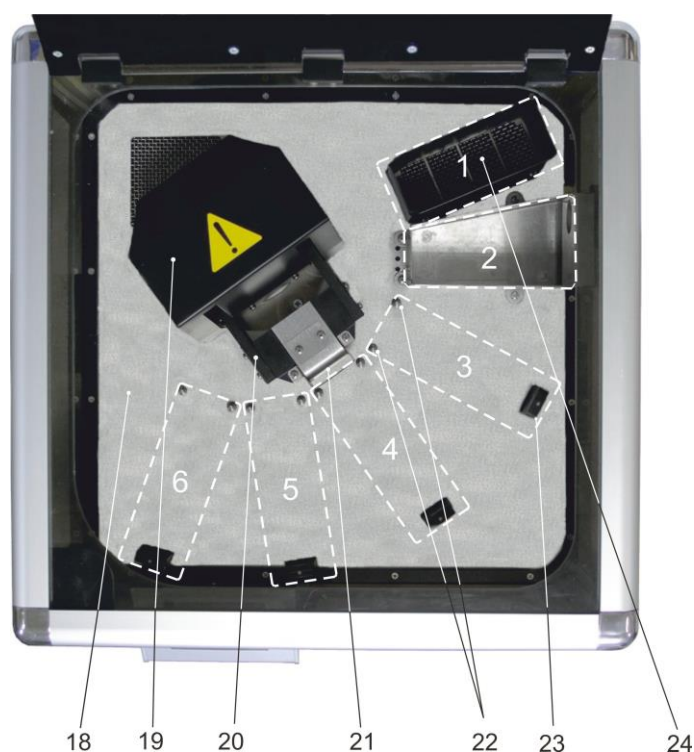

Рисунок 3. Рабочая камера автомата (вид сверху). Белыми пунктирными линиями и белыми цифрами обозначены рабочие зоны станций № 1-6.
В рабочей камере автомата (рисунок 3) имеется стол из нержавеющей стали (18) и манипулятор (19,20,21) для перемещения штативов. На столе расположены шесть станций: станция № 1 задействована под сушку и вентиляцию (станция сушки, «СУШКА»), станция № 2 — под проточную ванну (станция промывки, «ВОДА ПРОТОЧНАЯ») с датчиком пере-